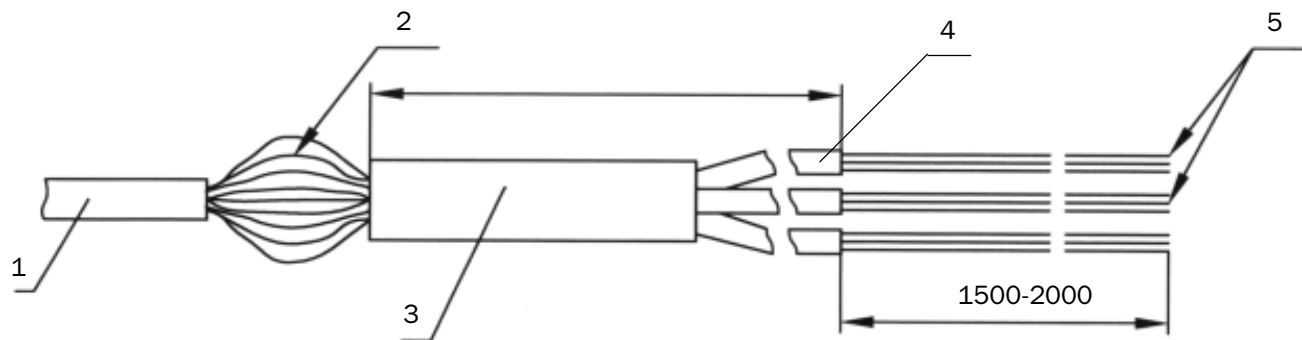
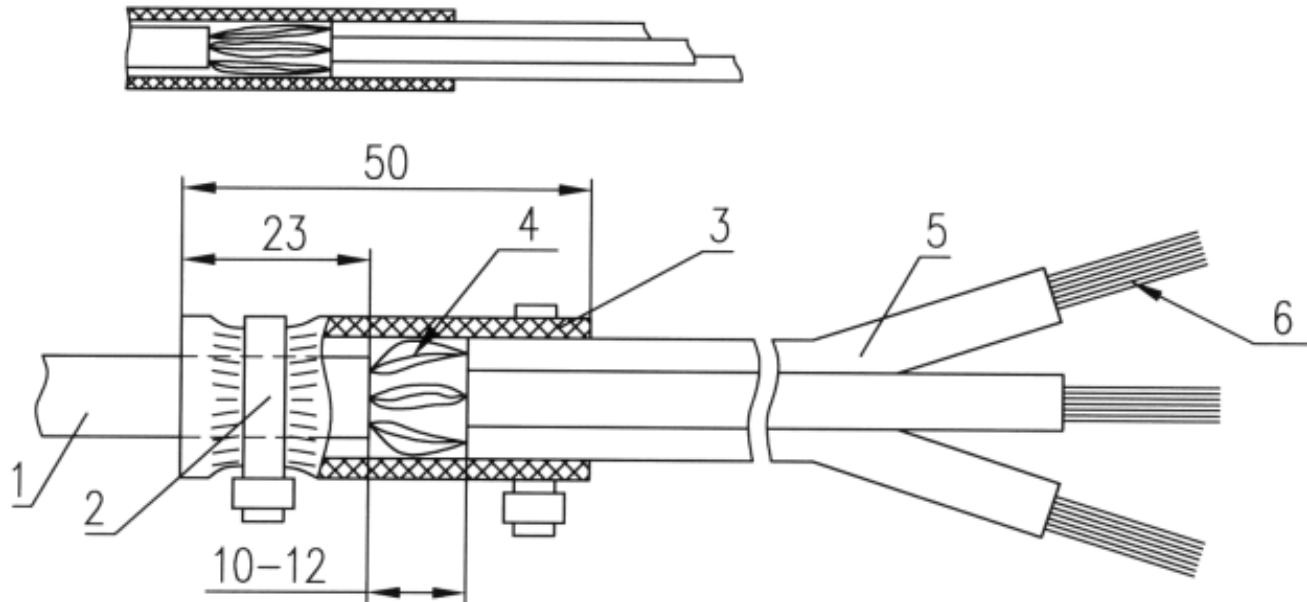

Рис. 2. Распределение и затяжка пучков ОВ в разветвительные трубки.
Рис. 3. Установка адаптера
5.6. Отобранные чистые пучки волокон вводят вручную в разветвительные трубки адаптера или затягивают с помощью тонкой проволоки (рис. 2)*.
5.7. Адаптер осторожно сдвигают к обрезу центральной трубки, одновременно подтягивая пучки волокон в противоположную сторону (рис. 2). Вводную трубку адаптера следует фиксировать на трубке ОК таким образом, чтобы между обрезом центральной трубки и обрезами разветвительных трубок адаптера оставался промежуток в 10 – 12 мм (рис. 3).